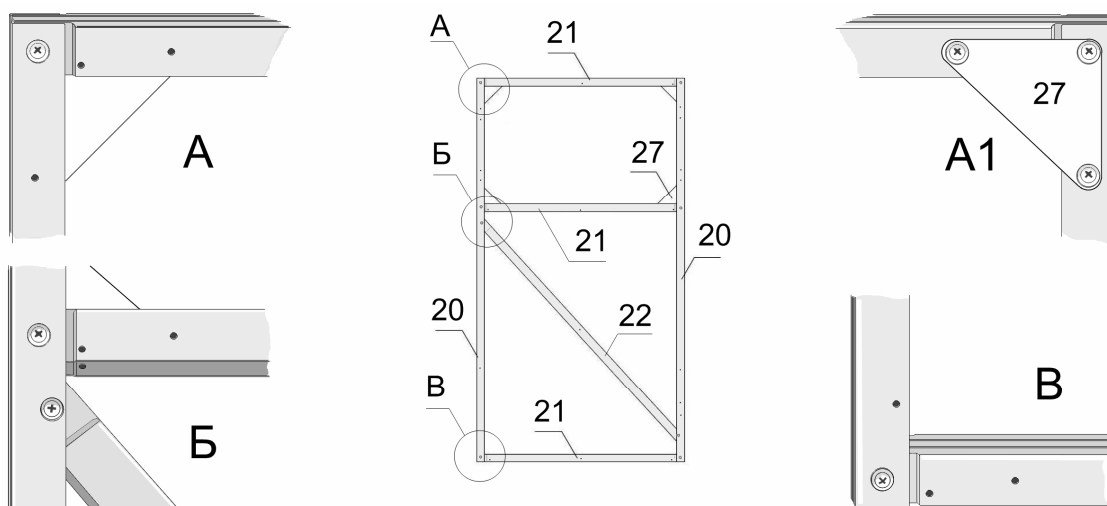

Рис. 7
3.4.1. Возьмите две стойки двери № 20 и соедините их между собой тремя поперечинами двери № 21 (рис. 7).
Сначала произведите крепление каркаса двери саморезами 4,2x16 с наружной стороны теплицы. При креплении нижней поперечины двери № 21 средняя полка профиля должна располагаться вверху, для предотвращения загрязнения внутреннего пространства профиля (рис. 7-В).
3.4.3. Поверните каркас двери внутренней стороной вверх и произведите крепление саморезами. В проёме форточка закрепите косынки №27 (рис.7-А1) для фиксации форточка в закрытом состоянии.